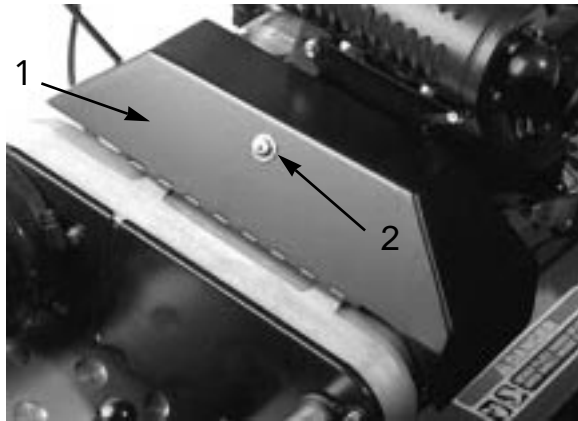

図 39
2. Vベルト・カバーのリテーナをゆるめ、カバーを開く（図39）。